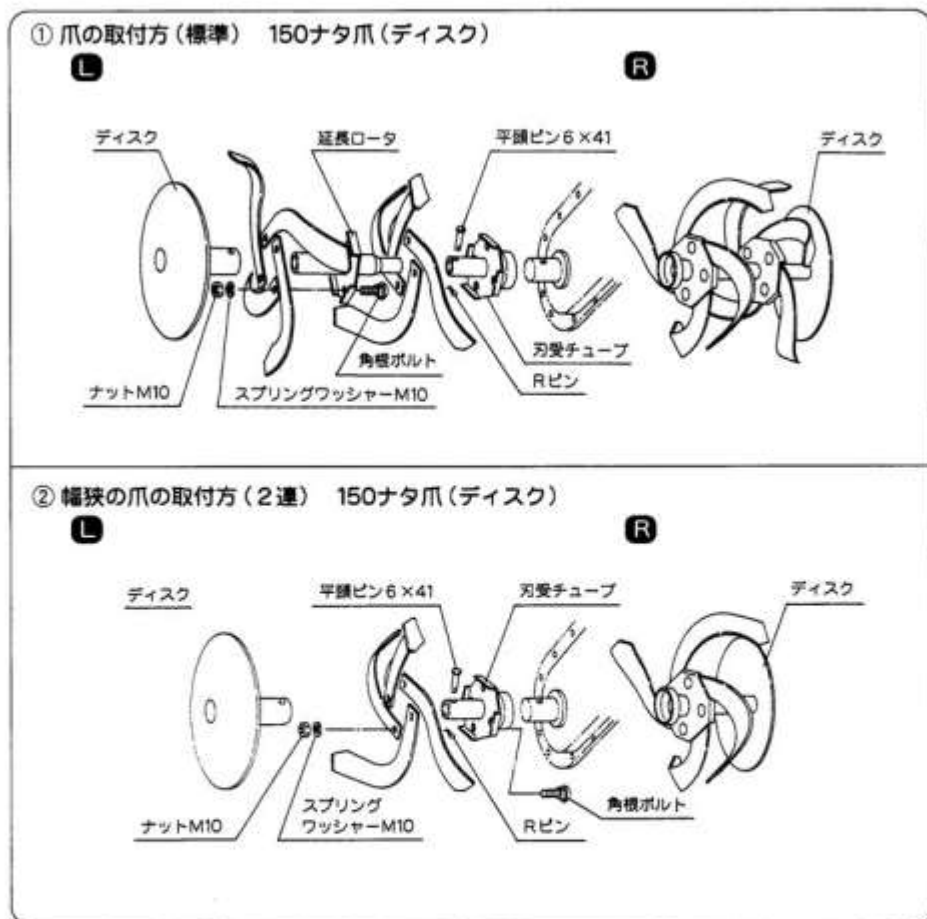
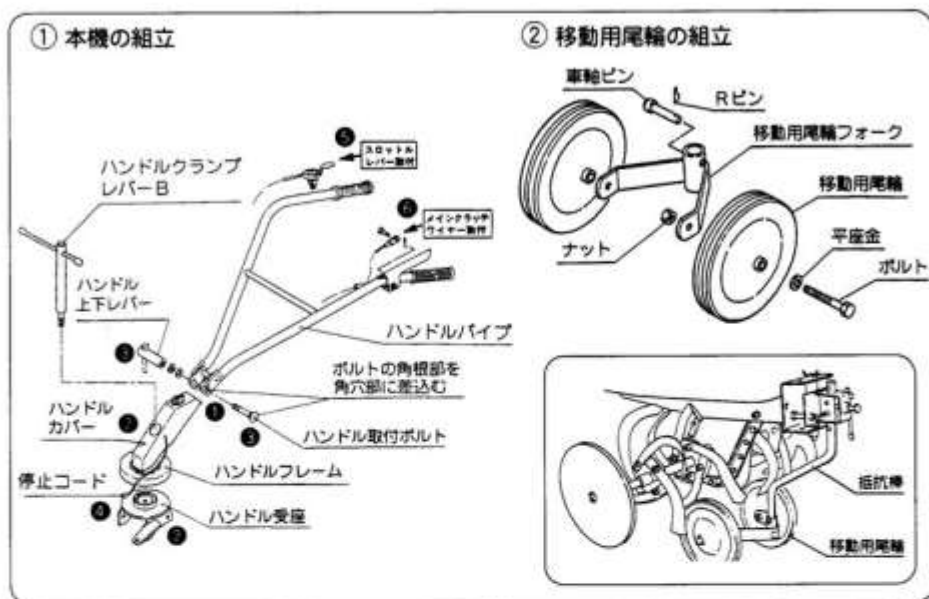

図2
図3
- 爪は向きと回転方向を確認して、上図(図2-①)のように取付けてください。
- 作業幅30cmのときには、上図(図2-②)のように取付けてください。
### 1) 本機の組立 (図3-①)
- ① ハンドルパイプをハンドルフレームに差込む。(図3-①)
- ② ハンドル受座にハンドルフレームとハンドルカバーをのせ、ハンドルクランプレバー-Bを締付けて固定する。
- ③ ハンドル取付ボルトを角穴に合わせて差込み、ハンドル上下レバーを締付ける。
- ④ 停止コードをエンジン側の停止コード(オスギボシ)に差込む。
- ⑤ スロットルレバーをハンドルパイプ右側に取付ける。
- ⑥ テンションワイヤをハンドル左側の主クラッチレバーに取付ける。
- ⑦ 150ナタ爪カンをそれぞれ左右の車軸にセットする。(図2)
### 2) 移動用尾輪の組立 (図3-②)
移動用尾輪は(図3-②)のように取付けます。移動用尾輪が爪に当たるときはロータ爪を当たらぬ位置まで回してください。